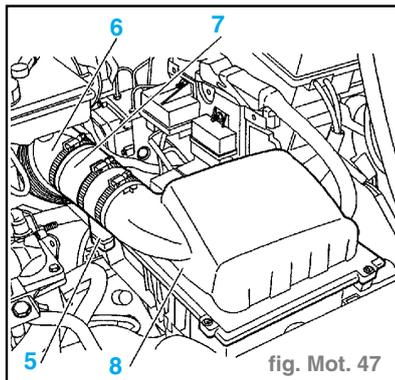
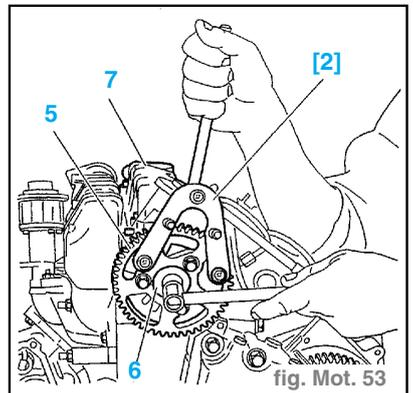

fig. Mot. 47
fig. Mot. 53
- Débrancher le connecteur **(5)**. (fig. Mot. 47)
- le connecteur (5). (fig. Mot. 47)
- le filtre à air (8),
- le débitmètre (7),
- le conduit d'entrée du turbocompresseur (6),
- le moyeu d'arbre à cames (6) ; à l'aide de l'outil [2] 6016-T, (fig. Mot. 53)
- le pignon d'arbre à cames (5),
- le couvre culasse supérieur (7).
- le couvre-culasse supérieur (7) (muni de son joint) ; serrer à **1 daN.m**. (fig. Mot. 53)